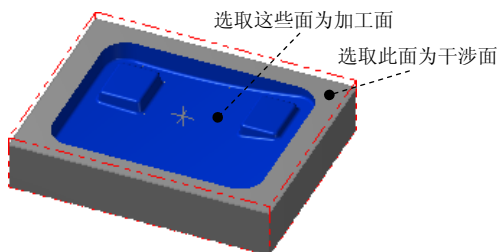
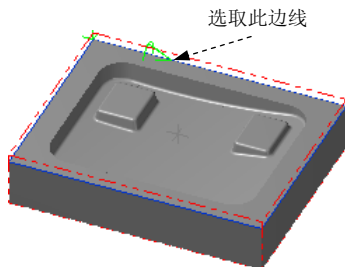

图 10.9 选取加工面和干涉面
图 10.10 选取边界线
(1) 在图形区中选取图 10.9 所示的曲面, 然后按 **Enter** 键, 系统弹出“刀具路径的曲面选取”对话框。
(2) 单击 **干涉面** 区域中的  按钮, 选取图 10.9 所示的面为干涉面, 然后按 **Enter** 键。单击 **边界范围** 区域的  按钮, 系统弹出“串连选项”对话框, 采用“串联方式”选取图 10.10 所示的边线。单击 ☒ 按钮, 系统返回至“刀具路径的曲面选取”对话框。单击 ☒ 按钮, 系统弹出“曲面残料粗加工”对话框。